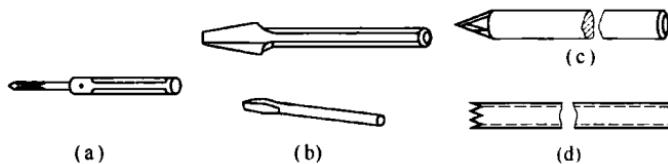

图 1-12 手工凿孔工具
常用的手工凿孔工具如图 1-12 所示。
(1) 壁冲 壁冲是用来凿打混凝土结构建筑物的木榫孔的一种工具。壁冲柄是壁冲中心的附件，壁冲需配上冲柄才能使用。其外形如图 1-12(a)所示。
(2) 平口钢凿 平口钢凿又称阔凿，如图 1-12(b)所示，分长短两种，以凿柄长度大于 300 mm 的为长平口凿，小于 300 mm 的为短平口凿。凿口宽度一般在 16~25 mm 之间，按需选用。
(3) 尖头钢凿 尖头钢凿简称尖头凿，如图 1-12(c)所示。尖头钢凿也分长短两种，规格划分与平口凿相同，通常用来凿打混凝土结构建筑面上的各种安装孔穴。